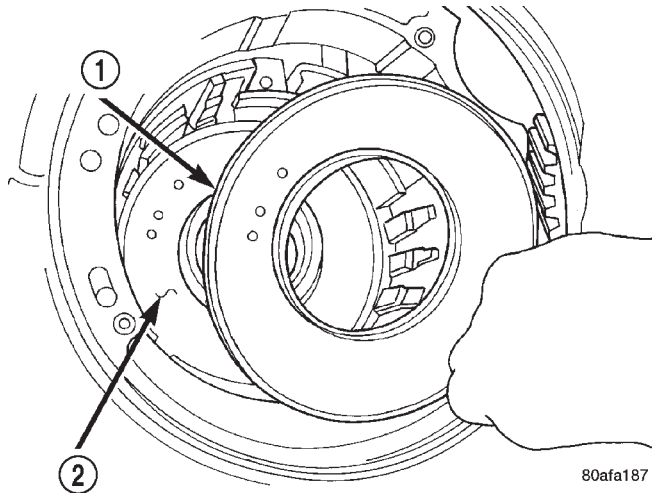

Fig. 75 Desmontaje del retén de émbolo
(65) Retire el retén del émbolo de baja y marcha atrás (Fig. 75).